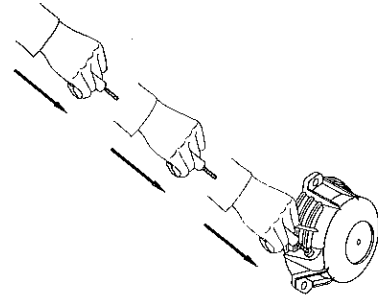

Fig. 3
- b) Start mit Reversierstarter: Kräftig am Starterseil ziehen. Nach dem Anwerfen den Griff des Reversierstarters mit der Hand in seine Ausgangslage zurückbegleiten (siehe Bild 3).